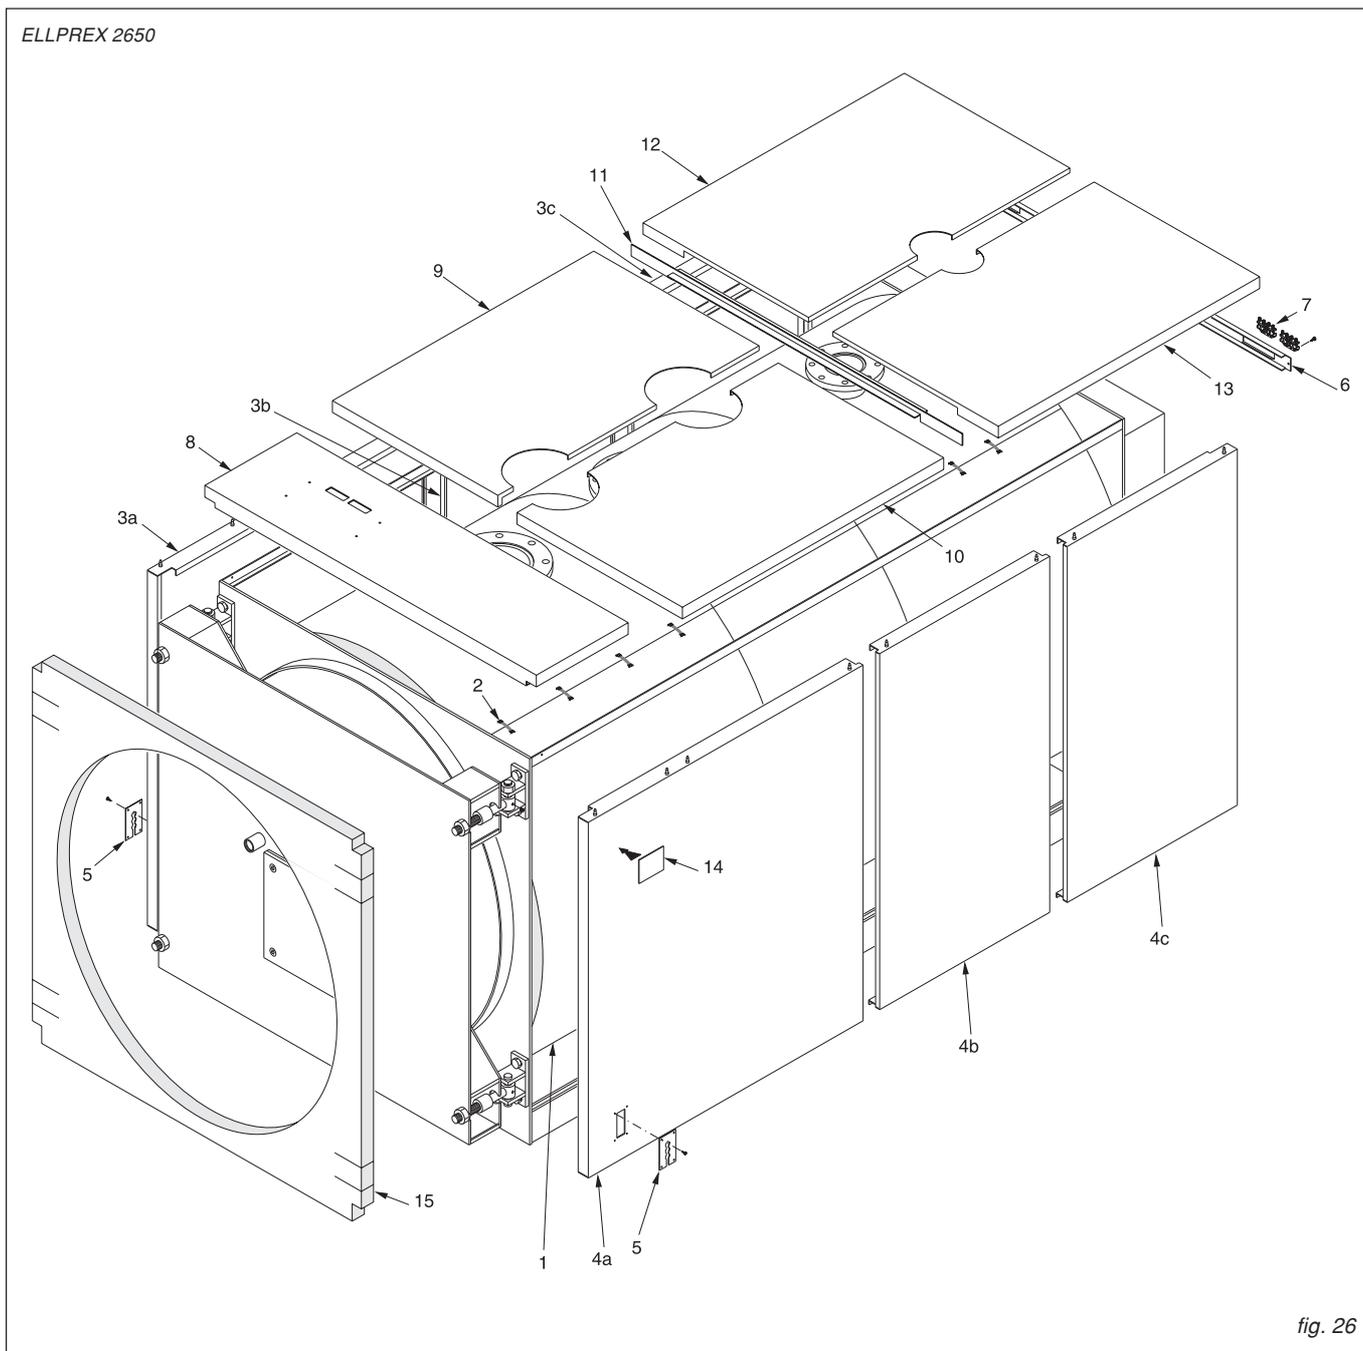

fig. 26
**Atención:** Para el modelo **ELL 2650** (ref. fig. 26), la carcasa y el aislamiento están dentro de 4 embalajes marcados:
**Secuencia de montaje (Ref. fig. 26)**
- A) Colocar el aislamiento (pos. 1) del cuerpo de la caldera y fijar los 2 bordes de unión con las pinzas elásticas (pos. 2) incluidas en la caja de accesorios, engan-chándolas a la parte externa de tejido del aislamiento.